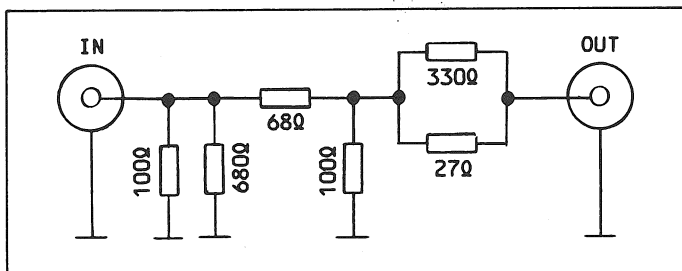

Fig.19
- Atténuateur HF 10 dB (Fig.19)